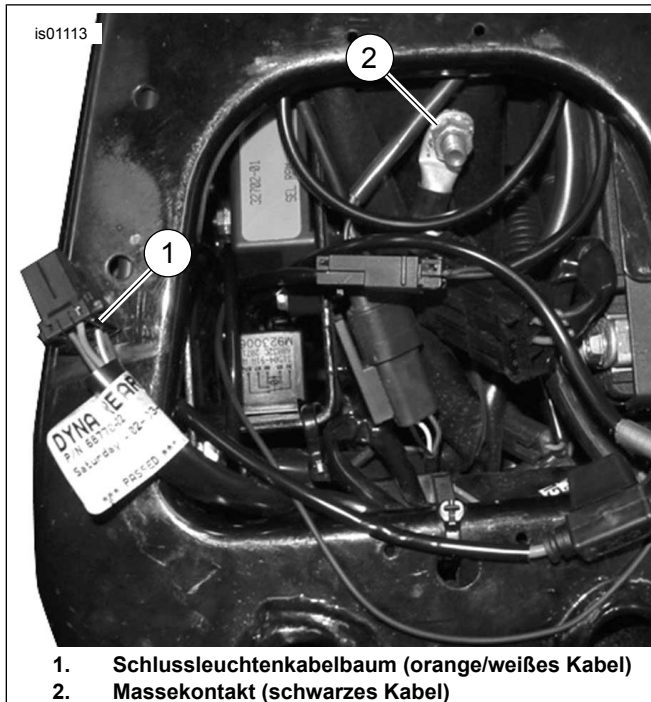

Abbildung 2. Strom- und Masseanschlüsse (Dyna-Modelle)
3. Siehe Abbildung 2 >. Das schwarze Kabel des Handgriffheizungs-Kabelbaums so abschneiden, dass der Masseanschluss leicht erreichbar ist. Die Kabelöse gemäß den Anweisungen für die Packard-Quetschverbinderzange im Anhang des Werkstatthandbuchs am Kabelende anquetschen.
- Siehe Abbildung 2 >. Einen Bereich der Hauptkabelbaumhülle innerhalb der Seitenabdeckung an einer zugänglichen Stelle behutsam aufschlitzen und ein orange/weißes Stromkabel des Hauptkabelbaums durchschneiden.